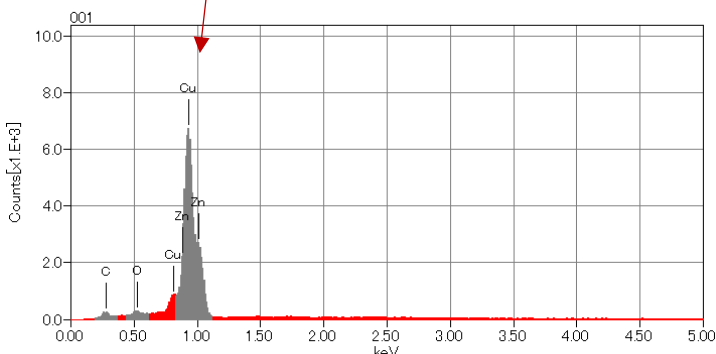

Fig.6 正常部のX線スペクトル
■ 境界部付近について元素分析を行った結果、腐食部Aは正常部よりもO(酸素)やZn(亜鉛)が多く検出され、Cl(塩素)も検出されています。腐食部BではZn(亜鉛)は検出されず、微量の鉛(Pb)やCl(塩素)が確認されました(Fig6、7、8)。